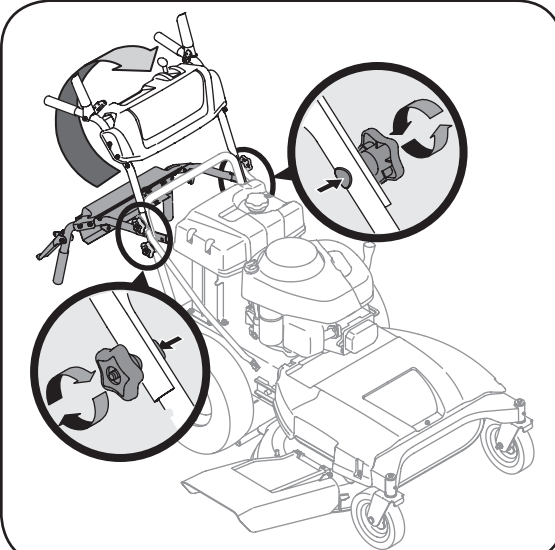

Figura 3-3: Gire el mango superior en la posición y seguro con perillas y tornillos.
4. Ajuste las perillas en estrella superiores e inferiores y los tornillos del carro para asegurar la manija superior a la inferior, Figura 3-3.